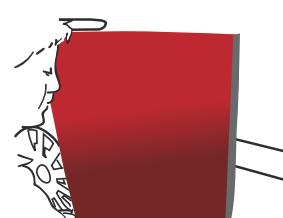

Figure 09
- Retirer tout le liner. (FIG. 09)